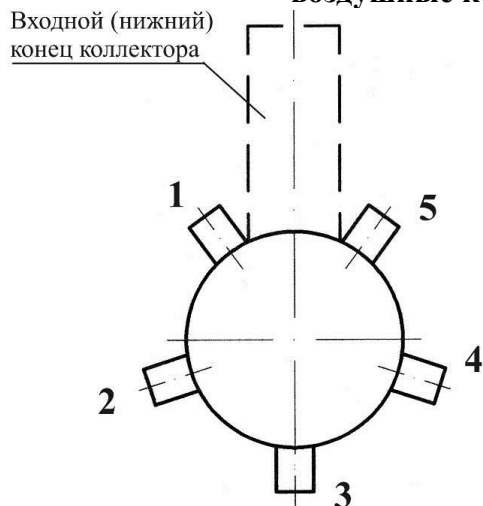

Рис.4.10.1. Ориентация патрубков крышки первичного распределителя
4.10.2. Установите распределитель на трубу 2, затянув стопорные болты M6x20 и контргайки. Во избежание деформации трубы 2 болты зажать сначала вручную, затем еще на один оборот ключом. Ориентация патрубков распределителя показана на рис. 4.10.1.
Входные концы труб крайних вторичных коллекторов должны быть соединены с патрубками 1 и 2 первичного коллектора (рис. 4.10.1), обращенными к раме. Шланги, симметричные относительно продольной оси, (первый—пятый и второй—четвертый) должны быть одинаковой длины для обеспечения поступления одинакового количества семян во вторичные коллекторы. Рекомендуется отмерить один из шлангов по месту, обеспечив его трассировкой свободный ниспадающий ток семян по шлангу; симметричный отмерить по длине первого.